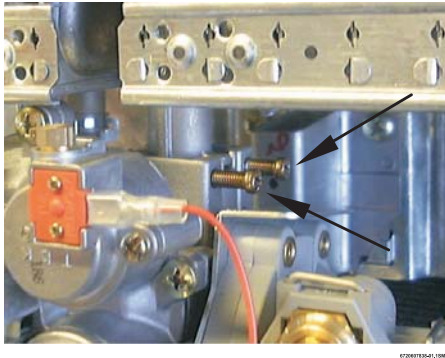

Bild 1
- Die Schrauben losschrauben und den Brenner entfernen (Bild 1).